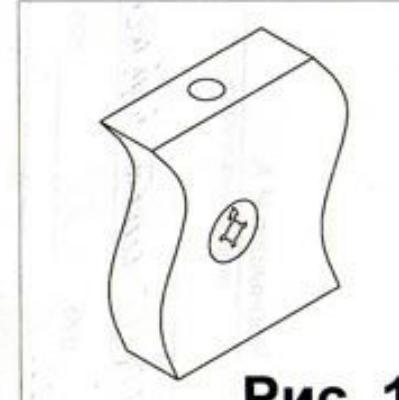

Рис. 1
- Прибить под пятники (10) к боковинам 1 и 2. Забить шканты (1) в детали 3, 4, 5. Вставить стяжки-растекс (3) в детали 1 и 2 (см. рис.1). Соединить детали 3, 4, и 5 с боковинами 1 и 2. Фиксацию деталей произвести при помощи евровинтов (2).